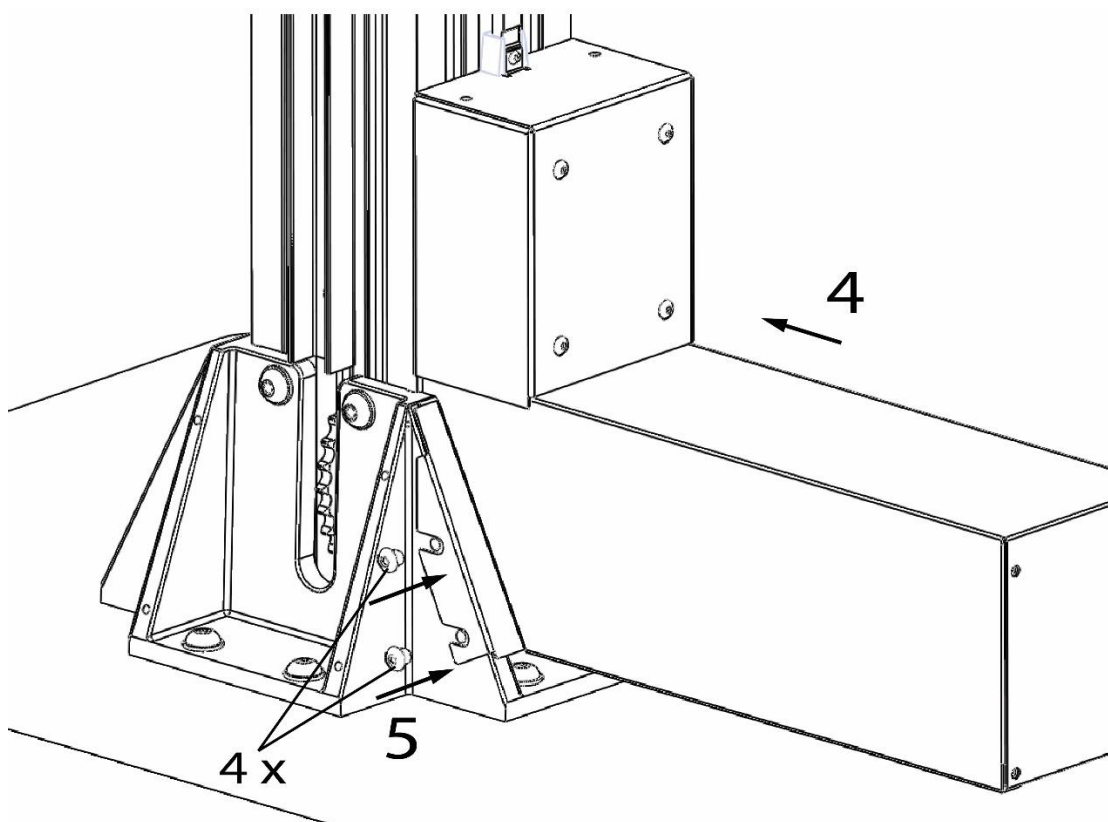

Figura 5: Reinstalação da cobertura do motor
9. Reinstale a tampa do motor (**figura 5**).